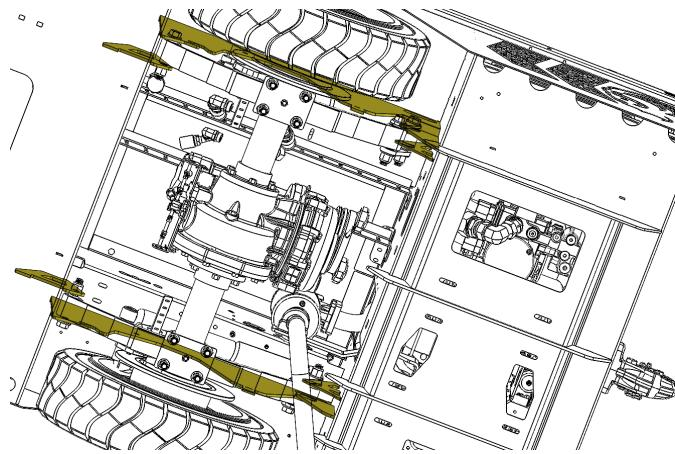

Figure 41. Plaques de montage de la suspension arrière.
- Plaques de montage de la suspension arrière (2) (voir figure 41).